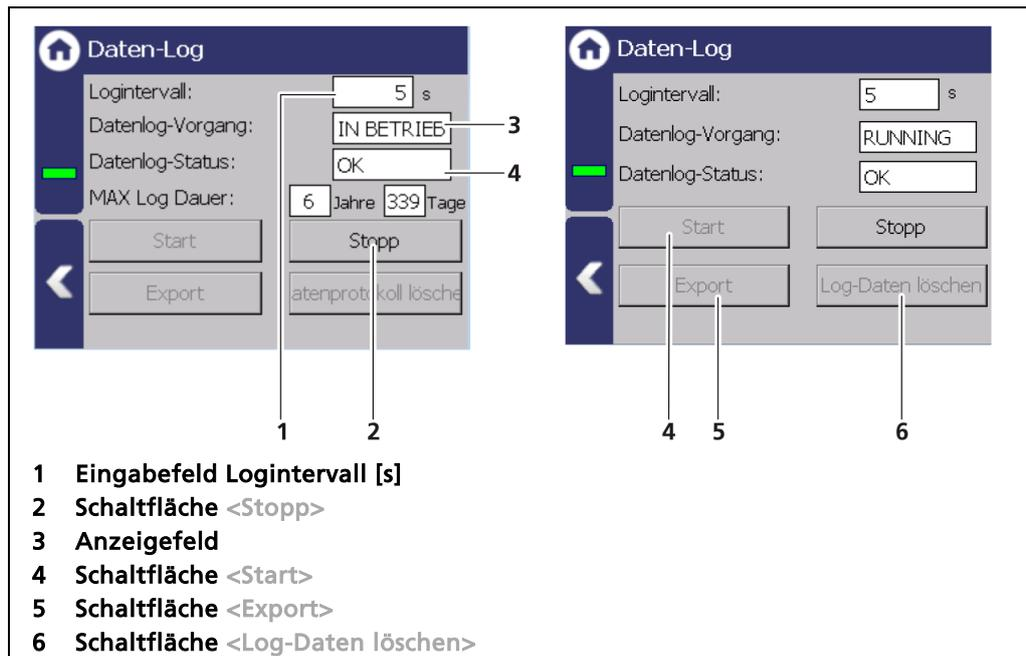

Abb. 142 Daten-Log
1. Klicken Sie auf die Schaltfläche <Stopp> (Abb. 142, Pos.2) um den Datenlog-Vorgang zu stoppen.
2. Klicken Sie auf das Eingabefeld „Logintervall“ (Abb. 142, Pos.1) und geben Sie die Zeit in Sekunden an.
4. Klicken Sie auf die Schaltfläche <Start> (Abb. 142, Pos.4) um den Datenlog-Vorgang zu starten.
1. Klicken Sie auf <Stopp> (Abb. 142, Pos.2).
3. Klicken Sie auf die Schaltfläche <Export> (Abb. 142, Pos.5).